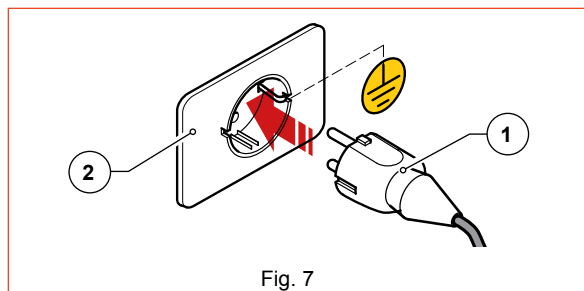

Fig. 7
- Innestare la spina del cavo di alimentazione (Fig. 7 Part. 1) alla presa a muro predisposta nel luogo di utilizzo (Fig. 7 Part. 2);